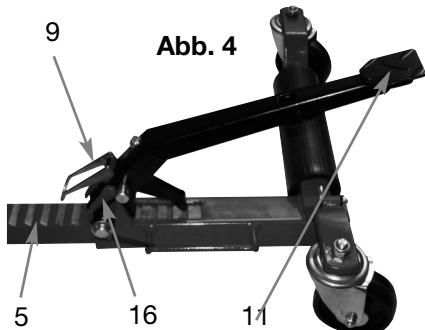

Abb. 4
5. Drehen Sie die Verriegelung (9) in die entgegengesetzte Richtung, so dass die vordere Verriegelungsbacke (16) in die Zähne der linken Rollenhalterung eingreift (5) (**Abb. 4**)
6. Aktivieren Sie das Fußpedal (11)) (**Abb. 4**), damit die Rollen an den Basisbeinbaugruppen den Umfang des Reifens berühren. Stellen Sie erneut sicher, dass der Reifen richtig mit der Rangierhilfe ausgerichtet ist. Aktivieren Sie die Pedalbaugruppe weiter, bis der Reifen etwa 2,5 über dem Boden angehoben ist.